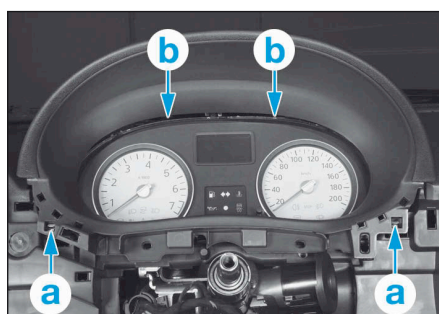

FIG.9
- Dégrafer la visière de combiné d'instruments en (a) et (b) (Fig.9).